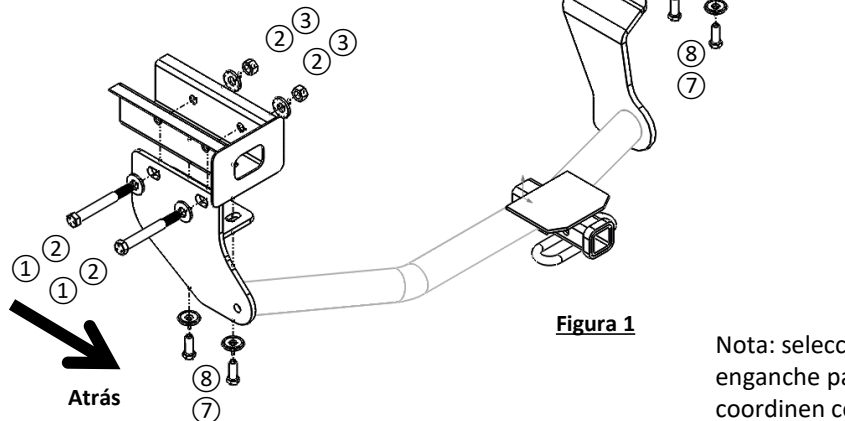

Figura 1
- Retire la cubierta plástica trasera del costado del conductor, situada debajo del vehículo, utilizando un destornillador de estrella pequeño para quitar los tornillos, también retire (5) pasadores plásticos de presión y (2) tuercas.
- Levante el enganche a su posición e inserte (piezas 1 y 2) en el lado del conductor y (piezas 4 y 5) en el lado del pasajero. Inserte los pernos a través del soporte y el bastidor como se muestra en la Figura 1 para apoyo. Nota: El pasador localizador del parachoques puede interferir con las piezas del enganche. Si es necesario, utilice un afilador angular para recortar el pasador en el hombro y permitir la distancia correcta entre las piezas.
- Inserte los pernos M10 (pieza 8 y 7) a través del soporte y al interior del bastidor como se muestra en la Figura 1 (apretar a mano).
5. Levante el enganche a su posición e inserte (piezas 1 y 2) en el lado del conductor y (piezas 4 y 5) en el lado del pasajero. Inserte los pernos a través del soporte y el bastidor como se muestra en la Figura 1 para apoyo. Nota: El pasador localizador del parachoques puede interferir con las piezas del enganche. Si es necesario, utilice un afilador angular para recortar el pasador en el hombro y permitir la distancia correcta entre las piezas.
6. Inserte los pernos M10 (pieza 8 y 7) a través del soporte y al interior del bastidor como se muestra en la Figura 1 (apretar a mano).